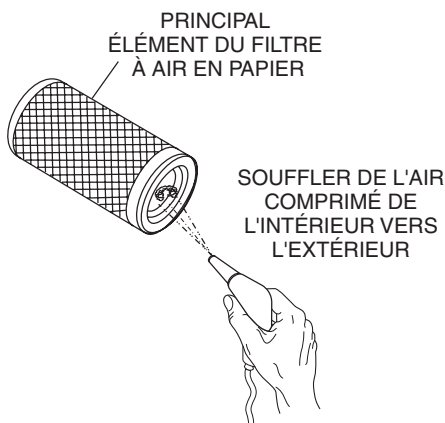

Figure 20. Nettoyage du filtre à air en papier
6. Pour nettoyer l'élément principal (filtre à air en papier) tel qu'il apparaît sur la figure 20, tapoter le filtre plusieurs fois sur une surface dure pour retirer la poussière ou envoyer de l'air comprimé (la pression ne doit pas dépasser 30 psi (207 kPa, 2,1 kgf/cm²) dans le filtre de l'intérieur vers l'extérieur.